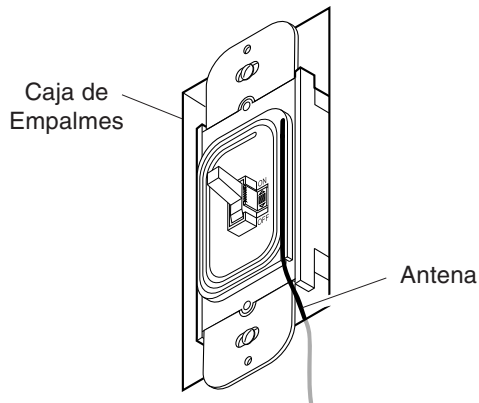

Figura 3 - Antena del receptor
14. Desenrolle la antena del receptor. Pase la antena través de la ranura y estiéndala completamente de forma que cuelgue por dentro de la pared (vea la Figura 3). Esto aumentará el radio de alcance del receptor. Vuelva a colocar el transmisor en el lugar deseado y asegúrese de que controle la luz. Es posible que tenga que cambiar la posición de la antena del receptor o el transmisor hasta que la luz funcione correctamente.